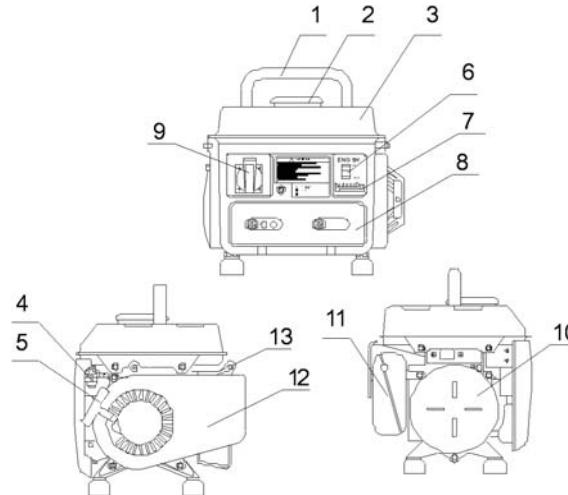

рис. 1
Общий вид генератора схематично представлен на рис. 1.
5.4.1 Отключить всех потребителей переменного тока генератора, отсоединить потребителей постоянного тока от розетки **9** (рис. 1).
5.4.2 Открыть топливный кран **4** (рис. 1).
5.4.3 Перевести рычаг управления воздушной заслонкой **7** (рис. 1) в крайнее левое положение при пуске холодного двигателя и в промежуточное при пуске прогретого двигателя.
5.4.4 Перевести выключатель двигателя **6** (рис. 1) в отключённое положение.
5.4.5 Плавно вытянуть до упора трос ручного стартера за ручку **5** (рис. 1) и вернуть в исходное положение.
5.4.6 Перевести выключатель двигателя **6** (рис. 1) во включённое положение.
5.4.8 После прогрева двигателя в течение времени около 10-40 секунд, в зависимости от начальной температуры, переведите рычаг воздушной заслонки **7** (рис. 1) в крайне правое положение, если при этом двигатель работает неустойчиво вернуть рычаг заслонки в прежнее положение и обеспечить завершение прогрева двигателя.